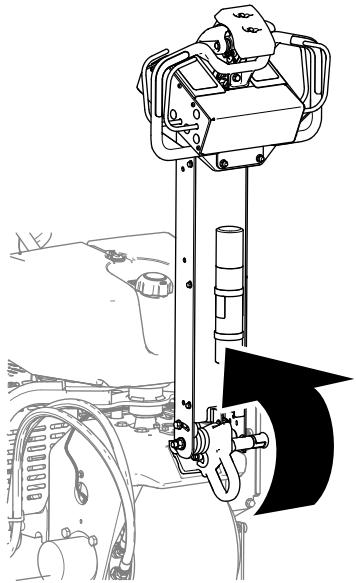

Bild 65
- Heben Sie den Lenker vollständig an, um die Feststellbremse zu aktivieren (Bild 65).